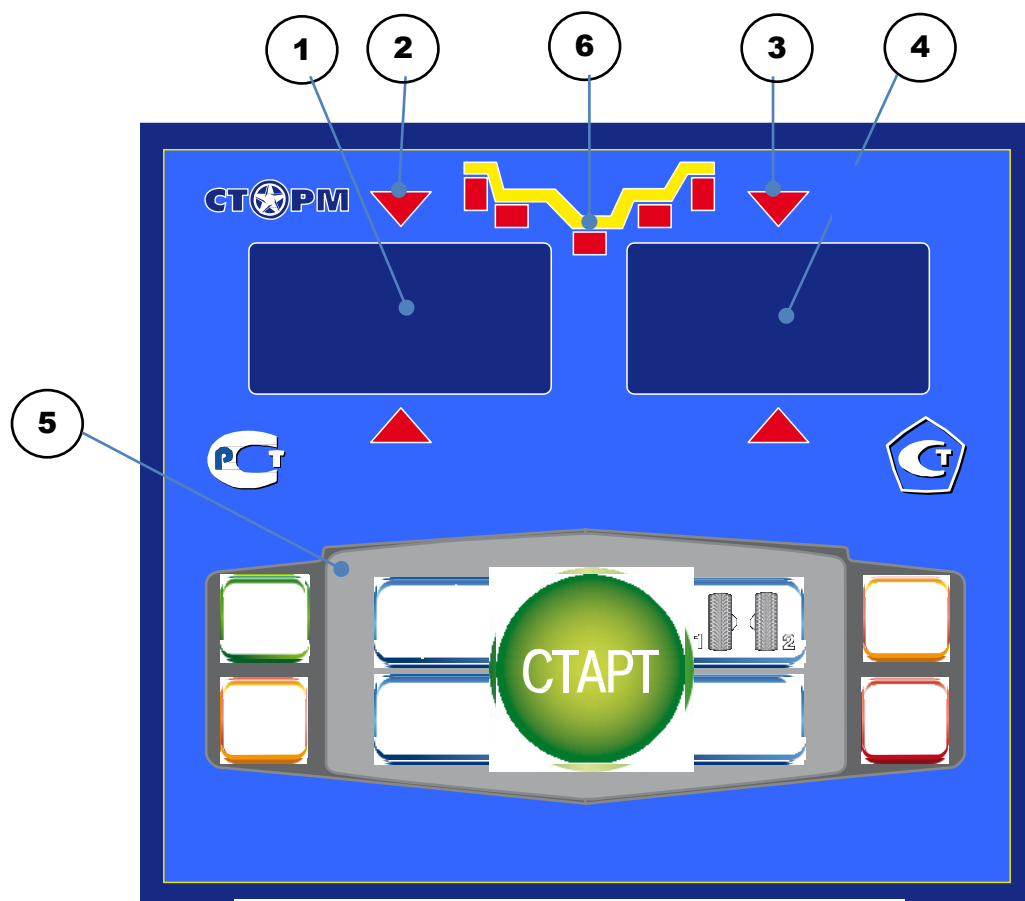

рис.8.1.
8.1. Общий вид лицевой панели показан на рис. 8.1.
При выдвижении штанги на индикаторах 1 (рис. 8.1) отображается значение параметра "А". Значение параметра "d" отображается на индикаторах 4.
Для ввода ширины нажмите кнопку "+" или "-" на индикаторах 1 (рис. 8.1) высветится "-b-", а на индикаторах 4 значение ширины диска. Через 2-3 сек после установки ширины индикаторы в режим отображения текущего дисбаланса.
Дважды нажать кнопку "A, d, b", после чего на индикаторах 1 (рис. 8.1) загорается символ "А", а на индикаторах 4 исходная величина дистанции. Нажимая кнопки "-" и "+" установить на индикаторах 4 требуемую величину дистанции. Через 2-3 сек после установки дистанции показания на индикаторах 1 и 4 возвращаются к отображению текущего дисбаланса, а кнопки "-" и "+" возвращаются в режим ввода ширины обода.
11.1. Переключение схем ALU1-ALU5 осуществляется последовательным нажатием кнопки "ALU" при этом схема установки грузов отображается загоранием соответствующих светодиодов 6 (рис.8.1), кроме того, на индикаторах 1 отображаются символы ALU, а на индикаторах 4 номер 1-5. Через 2-3 сек. после установки требуемой программы ALU индикаторы 1-4 переходят в режим отображения дисбаланса.
Эта функция обеспечивается тем, что каждый раз при вводе новых геометрических параметров и установке требуемой программы ALU, предыдущее состояние запоминается. Для перехода от одного набора параметров к другому необходимо нажать кнопку "1-2". Визуальный контроль того, какие параметры установлены в данный момент, осуществляется нажатием "A, d, b" на индикаторах 4 (рис.8.1) будут последовательно отображены, установленные в данный момент диаметр и ширина обода и дистанция.
14.1. При включении тумблера питания СБ на индикаторах 1 (рис. 8.1) высвечивается трёхзначное число -номер версии программного обеспечения. Через 2-3 сек на индикаторах 1 и 4 должны загореться нули, кроме того должны загореться светодиоды 6, что свидетельствует о включении режима стандартной балансировки с установкой на обеих плоскостях коррекции грузиков на пружинках. На светодиодах 2 и 3 (рис. 8.1) должны загореться оба светодиода.
14.2. При включении СБ программа измерения дисбаланса настраивается таким образом, что дисбаланс менее 8 г (заводская установка) на любой плоскости коррекции не показывается, в этом случае на индикаторах 1 и 4 (рис. 8.1) высвечиваются "0". Минимальный дисбаланс отображающийся на индикаторах 1 и 4 равен 8г. Дисбаланс, превышающий 8г, округляется до величины кратной 5, т. е. дисбаланс 9, 10, 11 и 12 г отображается цифрой 10, дисбаланс 13, 14,15, 16 и 17 г - цифрой 15 и т. д. Для просмотра неокруглённого значения дисбаланса или дисбаланса менее 8г. необходимо нажать кнопку "<", при этом на индикаторах 1 и 4 на 2-3 сек высвечиваются фактические значения дисбаланса, определённые в данном запуске.
14.5.1. Поднимите защитный кожух. Вручную поворачивайте колесо в направлении, которое показывают светодиоды 2 и 3 (рис. 8.1.) до тех пор, пока не загорятся оба светодиода и начнут мигать вместе с значением массы корректирующих грузов.
15.2.1. Войти в программу калибровки СБ, для чего нажать и удерживать кнопку "С". На индикаторах 1 и 4 (рис.8.1), появятся мигающие символы "CAL". После звукового сигнала символы "CAL" загораются постоянно.